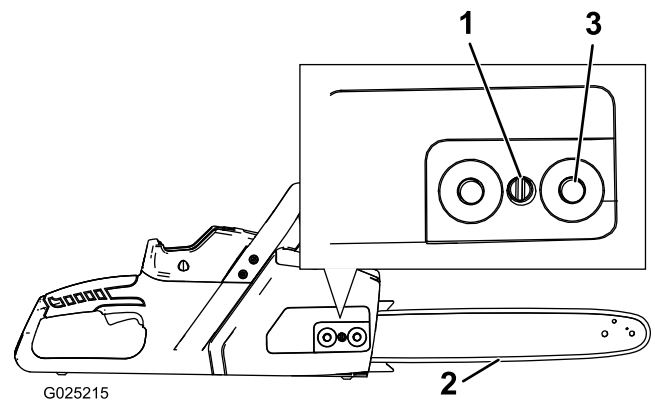

Figure 29
Remarque: La chaîne devrait tourner librement autour de la barre quand vous la tirez à la main et elle devrait rester en contact avec la face inférieure de la barre (Figure 29).
2. Desserrez les 2 écrous sur le couvercle, mais ne déposez pas le couvercle (Figure 29).
5. Resserrez les 2 écrous (Figure 29).